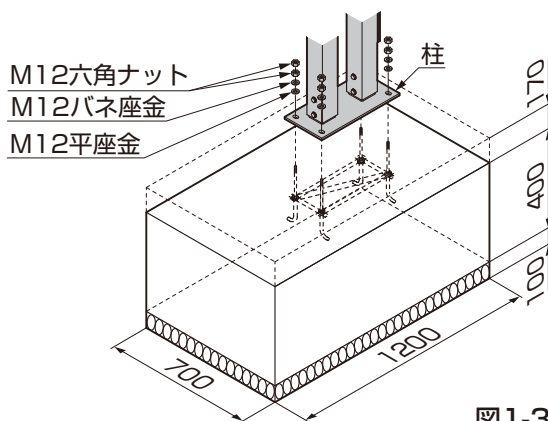

図1-3
- ③ LEDライト埋込桁間カバーフタの端部柱側に、桁端部キャップ取付け穴をあけてください。(図1-3参照)